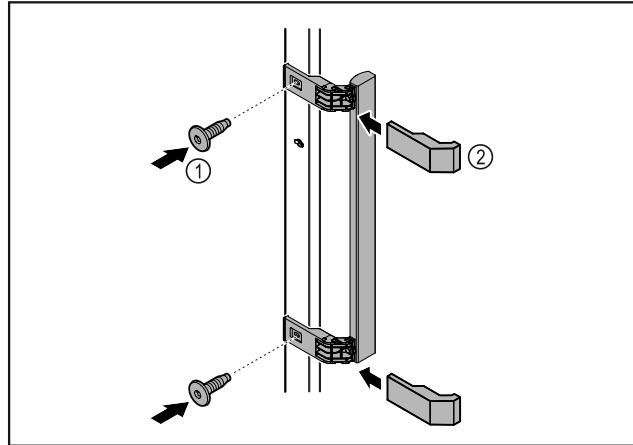

Fig. 4
- Montare sulla porta la maniglia contenuta nella confezione con le viti annesse Fig. 4 (1).
- Applicare la copertura Fig. 4 (2).